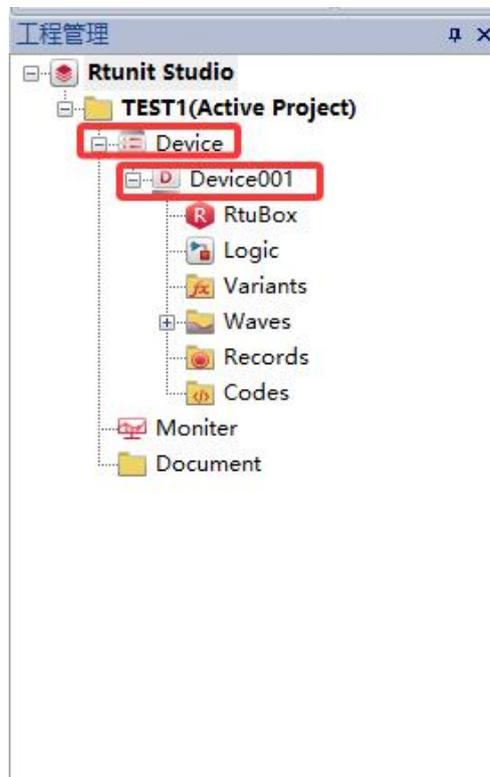

图 4.5 创建 Logic 模型 3
3、点击+展开 Device 目录以及目录下的工程 Device001，如图 4.5 所示；